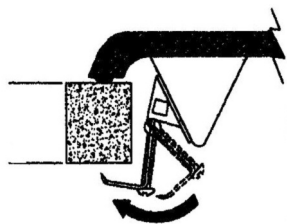

Fig.3
6. Gire las grapas o las sujeciones (vienen instaladas en el fregadero de fábrica) bajo la encimera. (Fig. 3)